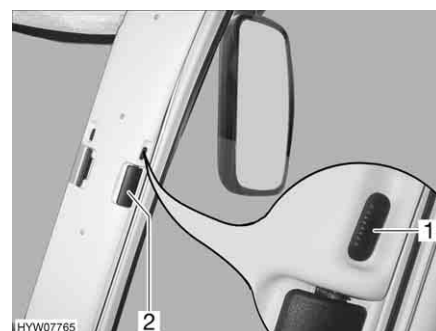

Fig. 62 Tendina oscurante pieghevole per il finestrino del conducente/passeggero
- Inserire fino all'arresto le tendine oscuranti pieghevoli per il finestrino del guidatore e del passeggero per la maniglia (Fig. 62,2).
- Spingere il bottone di bloccaggio (Fig. 62,1) in basso.